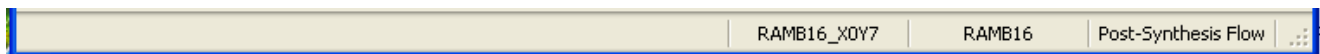

図 4-27 : 情報バナー
- 座標 : 情報メッセージ フィールドの右側にあるフィールドで、座標情報が表示されます。[Device] ビューでカーソルをブロック RAM、DSP48 などの上に置くと、図 4-27 に示すように、その名前と座標が表示されます。[Package] ビューのピンの上にカーソルを置くと、その座標、タイプ、名前などのピン情報が表示されます。